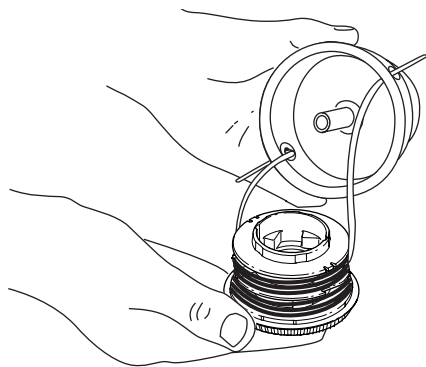

Fig. 48
3. Insérez les extrémités du fil du moulinet intérieur neuf dans les œillets de la bobine extérieure (Fig. 48). Enfoncez le moulinet intérieur neuf, flèche vers le haut, dans la bobine extérieure.
- Placez le bouton de butée, le ressort et le joint en mousse dans la bobine extérieure (Fig. 48).